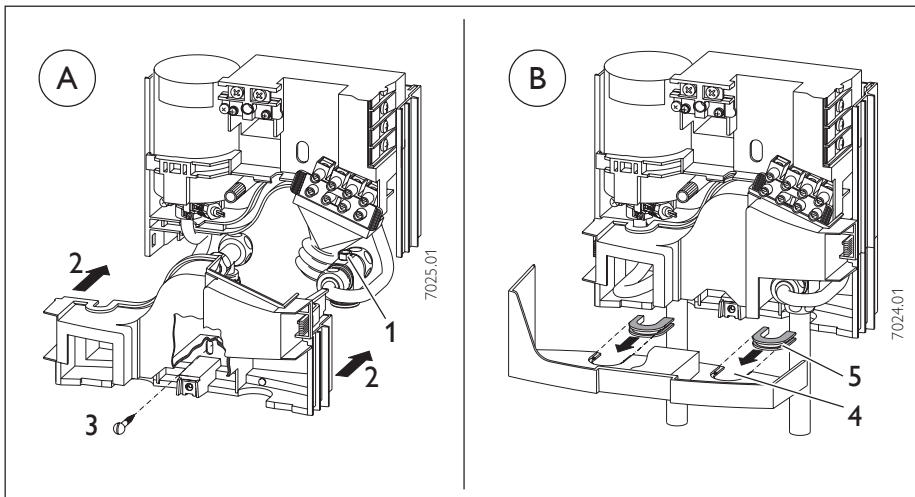

Abb. 21 / Fig. 21 / Afb. 21
(Abb. 21 A)
⚠ Bei Wasseranschluß Aufputzmontage Durchführungsöffnungen in Gerätekappe entsprechend Abb. 21 B, Pos. 4 sauber ausbrechen, ggf. Feile benutzen. In die Durchführungsöffnungen müssen die dem Gerät beiliegenden Führungsstücke (Pos. 5) eingerastet werden.
Complete installation (Fig. 21 A)
4. Fix rear panel lower section (item 2).
5. Fit lower fastening screw (item 3).
With a surface water connection, knock out the feed-through openings as per Fig. 21 B, item 4 in the unit cover cleanly, using a file if necessary. The guide pieces (item 5) enclosed with the unit must be snapped into place in the feed-through openings.
Achever le montage (fig. 21 A)
4. Fixer la partie inférieure du panneau arrière (pos. 2).
5. Monter la vis de fixation inférieure (pos. 3).
En cas de raccordement d'eau en montage en saillie, ouvrir proprement les orifices de passage dans le capot de l'appareil, comme indiqué à la figure 21 B, pos. 4. Le cas échéant, utiliser une lime. Les pièces de guidage (pos. 5) fournies avec l'appareil doivent être enclenchées dans les orifices de passage.
Montage voltooiën (Afb. 21 A)
Bij wateraansluiting met opbouwmontage de doorvoeropeningen in de kap van het toestel overeenkomstig Afb. 21 B, pos. 4 braamvrij uitbreken, evt. een vijl gebruiken. In de doorvoeropeningen moeten de met het toestel meegeleverde geleiders (Pos. 5) worden ingeklikt.